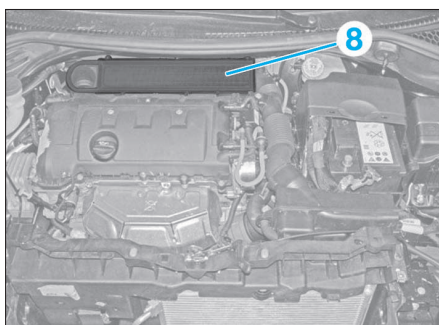

FIG. 2
- le résonateur (2)
- la vis (4)
- le raccord d'entrée d'air (3)
- les vis de fixation du couvercle (5) et (6)
- le couvercle (7)
- Déposer l'élément filtrant (8) (Fig.2).